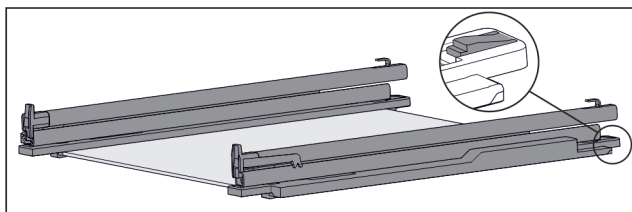

Fig. 149 Staklena ploča s vodilicama i pridržnim dijelovima
- ▶ Pridržni dio straga pritisnite prema dolje (pogledajte Fig. 149) u i istovremeno gurnite vodilicu prema otpraga.